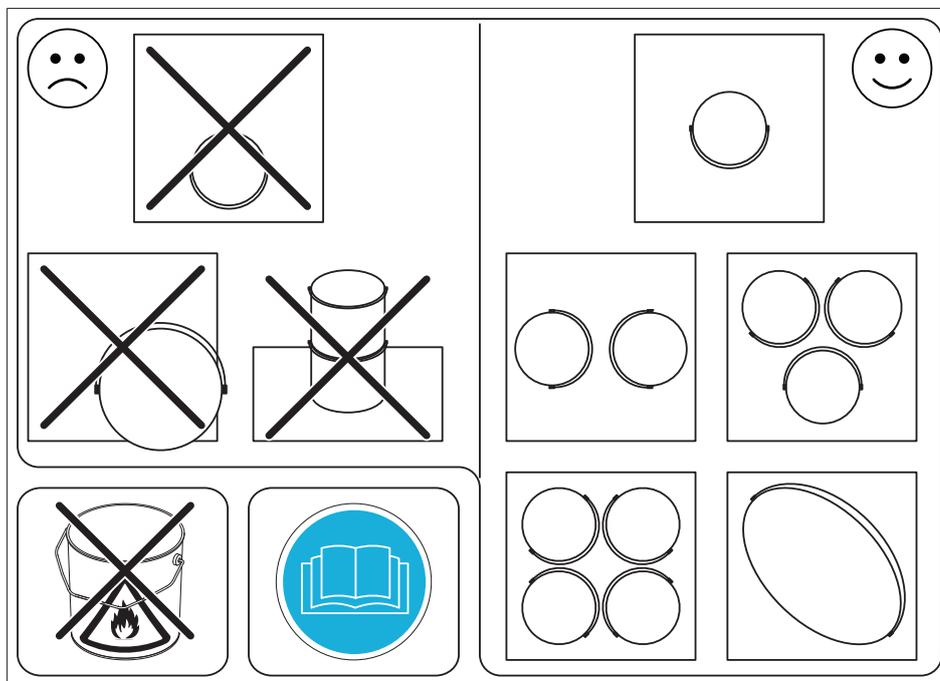

Рисунок 8-1 ОВАЛЬНЫЕ БАНКИ ДОЛЖНЫ БЫТЬ РАЗМЕЩЕНЫ В МАШИНЕ, КАК УКАЗАНО НА ИЛЛЮСТРАЦИИ
- Контейнеры следует располагать, как показано на Рисунок 8-1.